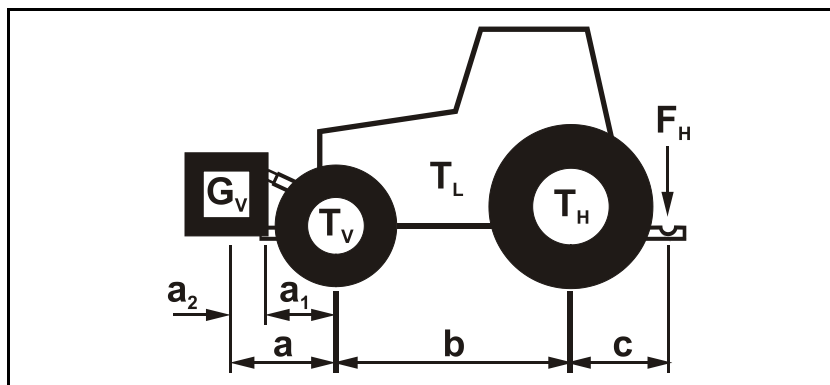

Fig. 24
- Piciorul de sprijin coborât când mașina este decuplată (Fig. 24/1).
(Fig. 24/1):
1. Desfaceți șplinturile (Fig. 24/3).
2. Scoateți bolțurile (Fig. 24/2).